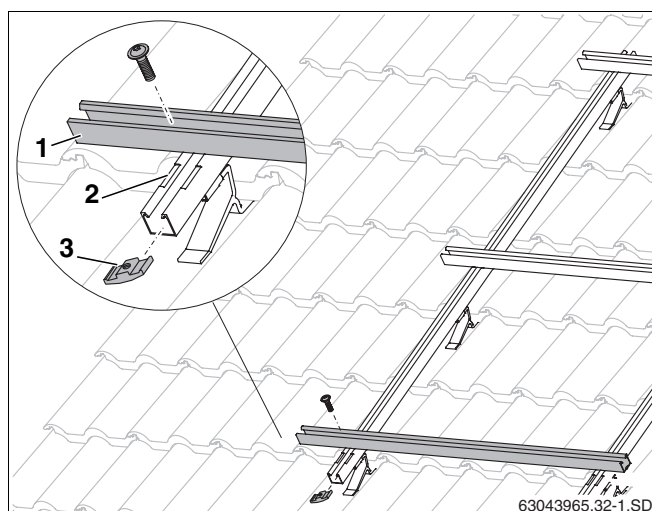

Fig. 30 Montar los perfiles guía horizontales
- ▶ Coloque los perfiles guía (fig. 30, **pos. 1**) en las entalladuras (fig. 30, **pos. 2**) de los perfiles de soporte de carga de nieve y apriételos ligeramente con tornillos y tuercas de aluminio (fig. 30, **pos. 3**) para poder nivelar los perfiles guía.